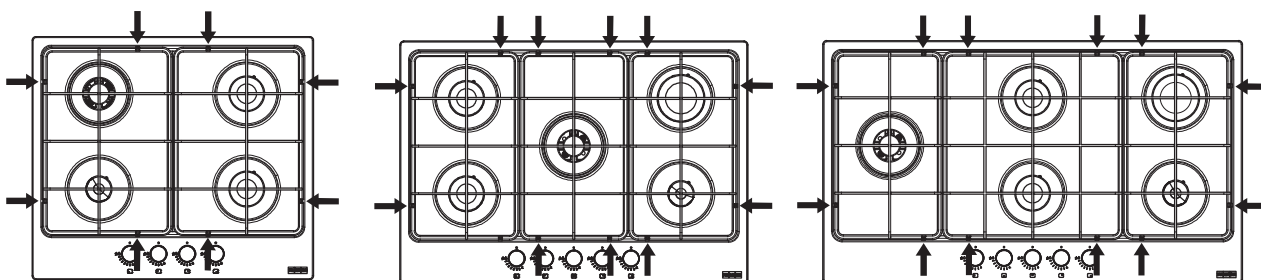

Rys. 1
Firma Franke nie ponosi odpowiedzialności za powstałe w ten sposób uszkodzenia (Rys. 1).
- ▷ Nie używać dwóch palników jednocześnie z jednym naczyniem, takim jak rondel lub też patelnia do ryb (Rys. 1)